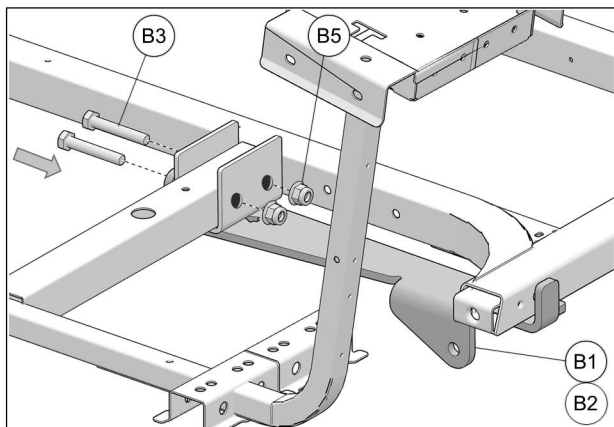

Fig. 9
7. Fixer la partie avant de la plaque d'ancrage (**B1-B2**) au châssis du marche-pied, à l'aide des boulons M8 (**B3**) & écrous (**B5**). Ne pas serrer les écrous complètement. Voir la Fig. 9